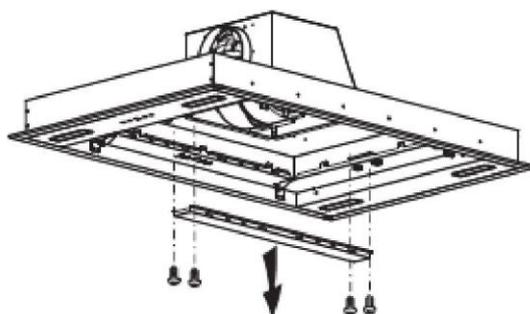

Fig. 7
- b. Reportez-vous à la fig. 7, dévissez et ôtez les 4 vis ST4*8 mm situées sur le bandeau décoratif du panneau.